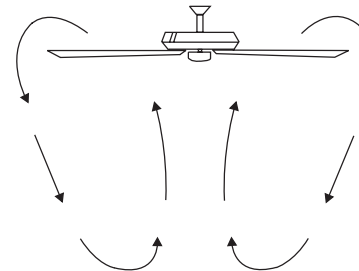

Figura 24
**Operación en clima frío:** Retroceso (en sentido de las agujas del reloj). Un flujo de aire ascendente remueve el aire caliente del techo como lo muestra la Figura 24. Esto le permite configurar su unidad de calefacción en una configuración más fría sin afectar su comodidad general.